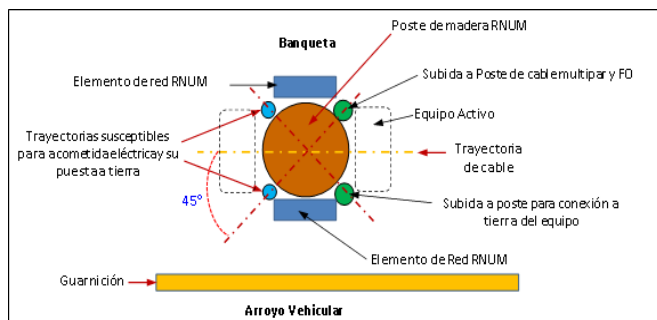

Figura 2. Trayectoria de acometida de CFE y conexión a tierra en poste de madera de Red Nacional.
- La trayectoria de la acometida eléctrica y su correspondiente conexión a tierra del CS o AS deben ser colocados a 45° con respecto al eje de la trayectoria del cable de Red Nacional; esto con la finalidad de evitar obstaculizar el área de trabajo y apoyo de escalera del personal de Red Nacional. Véase Figura 2.